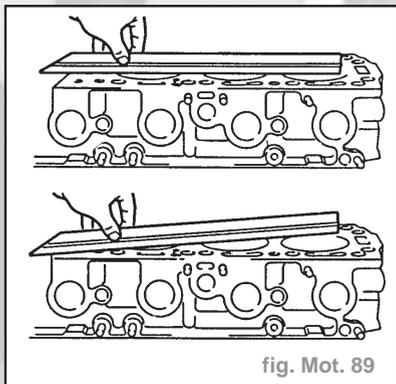

fig. Mot. 89
- Contrôler la déformation en longueur et en largeur au niveau des surfaces d'étanchéité de la culasse et le retrait en diagonale. Utiliser une règle de précision (fig. Mot. 89).